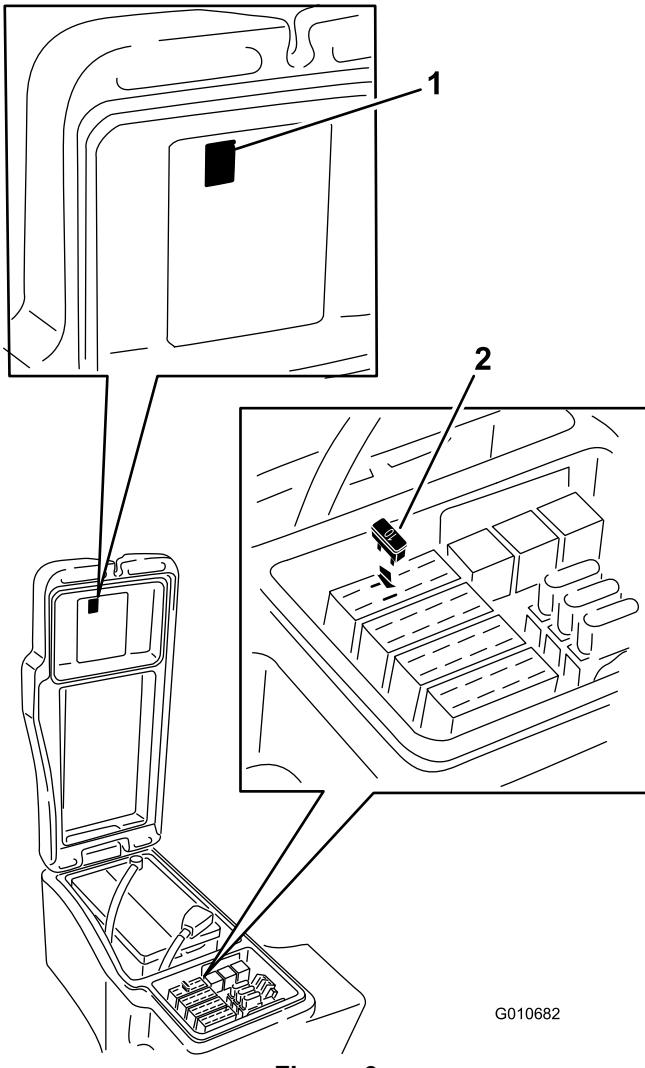

Figura 9
7. Insira o fusível de 10 amperes no local do bloco indicado em Figura 9.
8. Coloque o autocolante de fusíveis no local adequado no autocolante da consola (Figura 9).